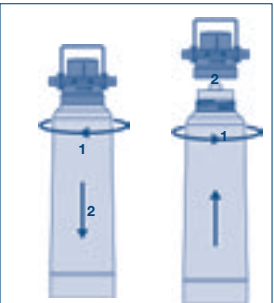

Fig. 12
- 2. Desenrosque la bujía filtrante de la cabeza filtrante en el sentido de las agujas del reloj (consulte la Fig. 12). La cabeza filtrante puede inclinarse 90° para desmontar fácilmente la bujía filtrante en el soporte del filtro.
- 3. Instale la nueva bujía filtrante (ver Fig. 12).